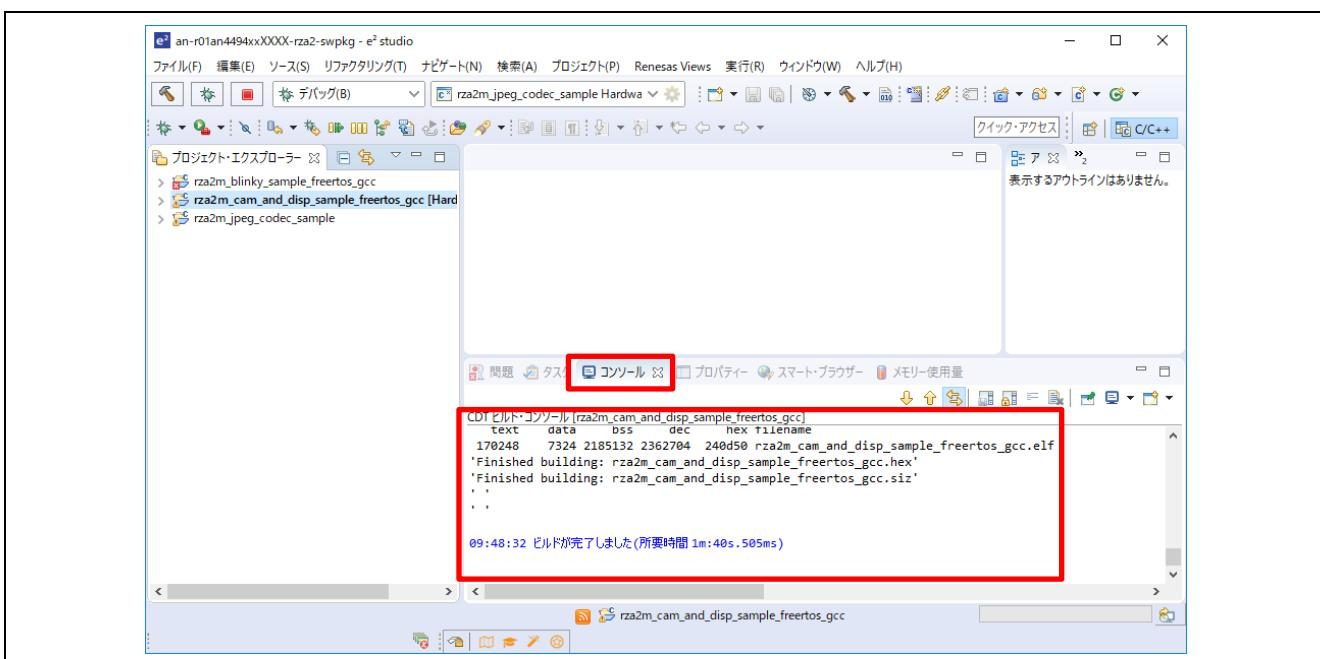

図 3-9 ビルドステータスの確認
- ビルドが開始されコンソールウィンドウでそのステータスを確認することができます(図 3-9)。